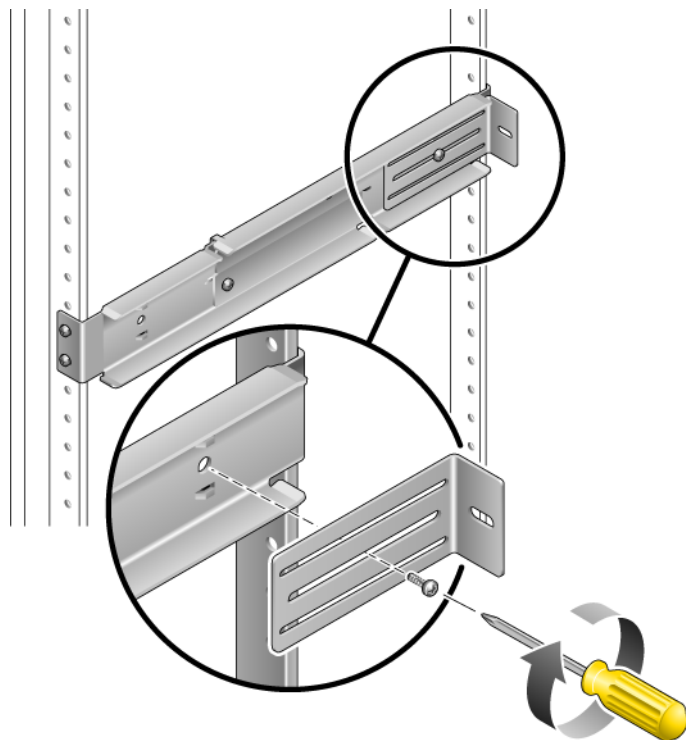

図 3-18 調整可能レールへの背面フランジの取り付け
8. 各背面フランジに M5×10 SEM ねじを 1 本ずつ使用して、背面フランジを調整可能レールのそれぞれの背面に緩く取り付けます (図 3-18)。
12. サーバーをラックの目的の奥行まで押し入れ、サーバーの背面に移動して、サーバーの背面に接するまで背面フランジを押します (図 3-18)。
14. 背面フランジをラックの目的の奥行に配置し、各フランジで 1 本の M5×10 SEM ねじをきつく締めて、フランジを調整可能レールに固定します (図 3-18)。